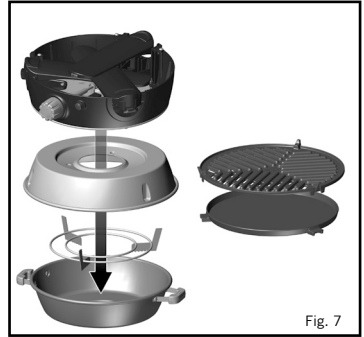

Fig. 7
- Für die Lagerung das Gerät auskühlen lassen. Nach der Reinigung: Klappen Sie das Gerät, wie oben in Abschnitt 3 beschrieben, zusammen. Legen Sie den Topf oder die Haube unten in die Tasche. Als nächstes stellen Sie den Topfständer umgekehrt in den Topf. Platzieren Sie die umgekehrte Fettauffangpfanne über den Topf und Topfständer. Dann stellen Sie das Gerät umgekehrt über die Fettauffangpfanne. Die Grillpfanne und die flache Pfanne in die separaten Halter im Deckel der Tasche stecken und sie dann schließen. Den Deckel der Tasche über die Tasche falten und dann schließen. (Abb. 7)